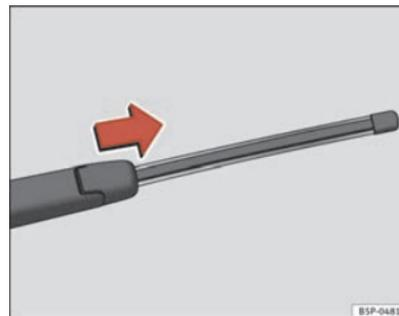

Abb. 185 Heckwischerblatt abnehmen
⇒ Seite 245, Abb. 185.
- Den Wischerblattadapter in Pfeilrichtung schieben und das Wischerblatt abziehen ⇒ Seite 245, Abb. 185.